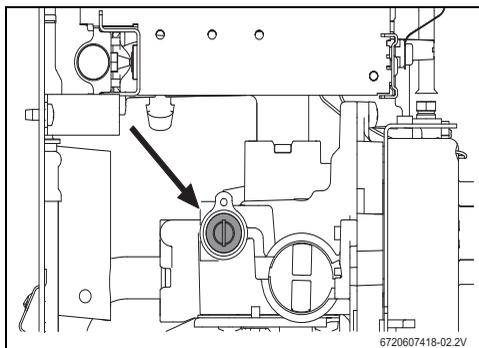

Fig. 14 Vite per regolazione della pressione massima
- ▶ Togliere il sigillo della vite (Fig. 14).
- ▶ Regolare la pressione mediante la vite (Fig. 14) attenendosi ai dati di pressione esposti nella tabella 9.